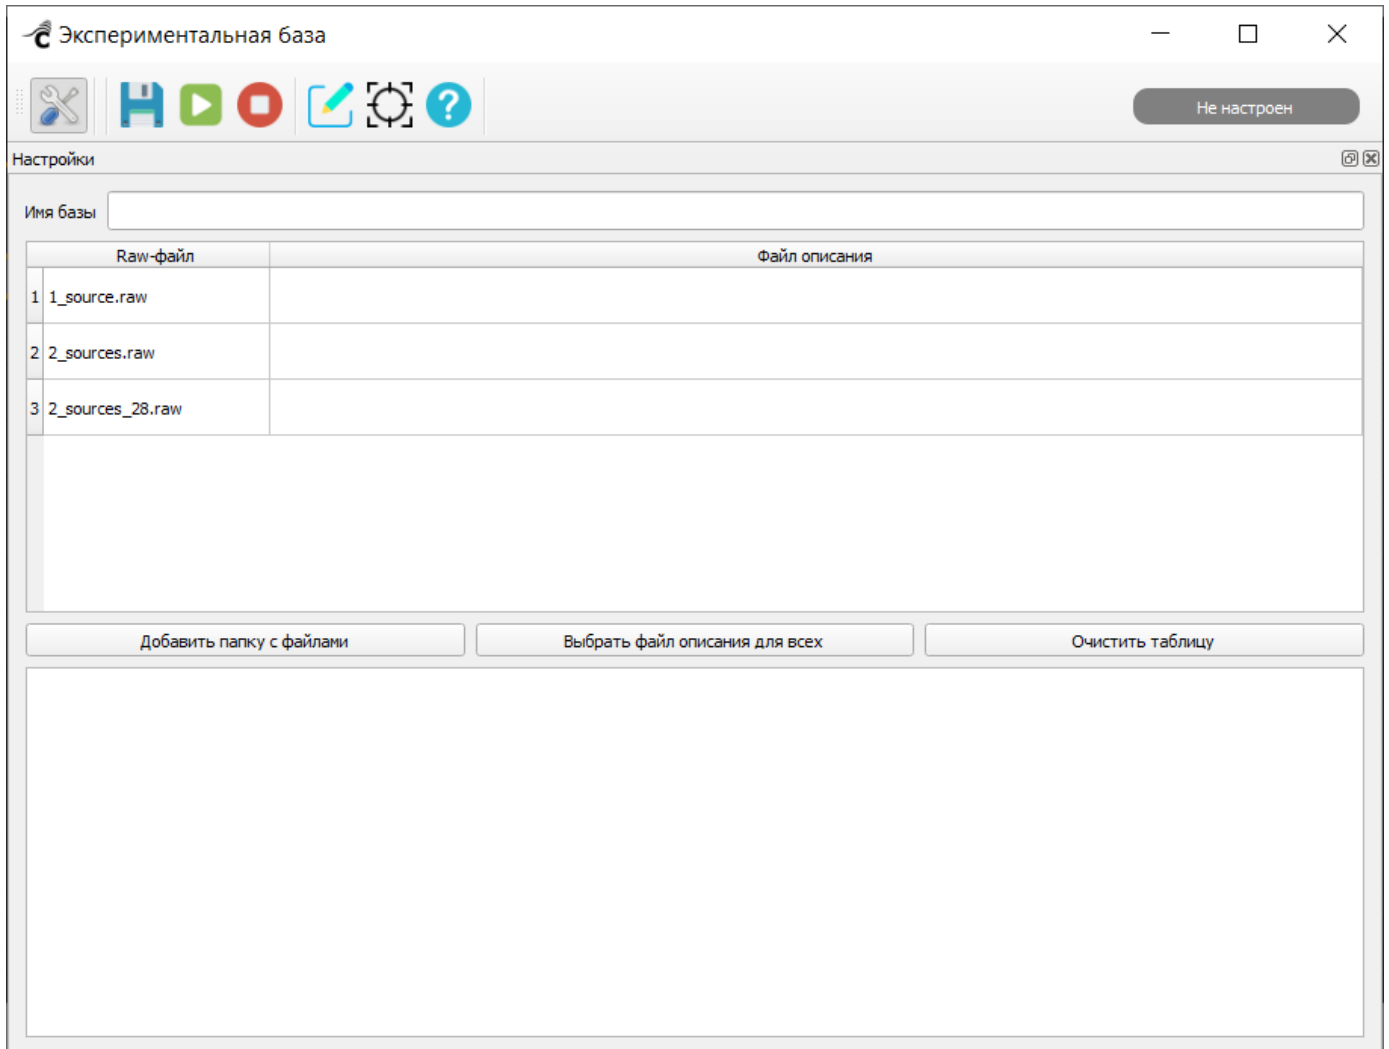

Рисунок 211 – Загруженные в таблицу файлы .RAW и .CSV
- нажать на кнопку «Добавить папку с файлами» и указать путь к папке с файлами .RAW. Все файлы из указанной папки будут загружены в таблицу и отобразятся в столбце «Raw-файл» (Рисунок 211).
кнопку «Выбрать файл описания для всех» и указать путь к файлу описания .CSV. Указанный файл будет загружен в таблицу и отобразится в столбце «Файл описания» напротив каждого файла .RAW (Рисунок 211).